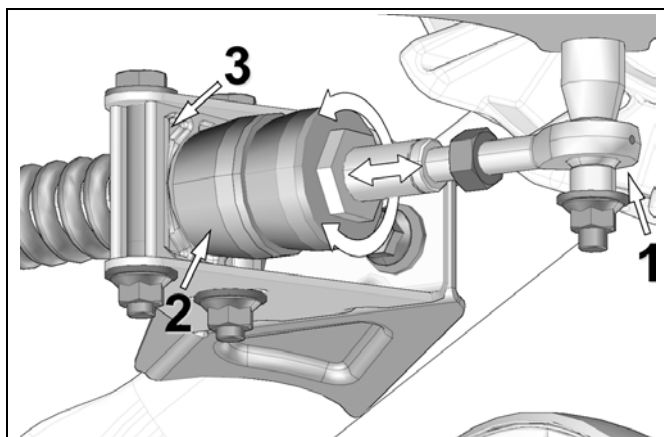

Figure 18
- Ajuster la longueur de l'embout à rotule (1) en tournant l'écrou au bras stabilisateur jusqu'à ce que le cône de caoutchouc (2) entre légèrement en contact avec le support pivotant (3). Voir la Figure 18.